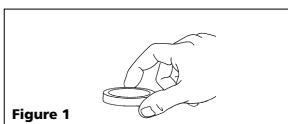

Figure 1
1. Poser la rondelle d'espacement (inclusa dans le paquet de pièces) sur l'établi (Figure 1).